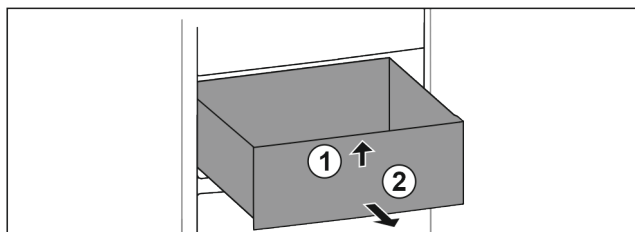

Fig. 17
- ▶ Unieść z przodu Fig. 17 (1).
- ▶ Wyjąć do przodu Fig. 17 (2).